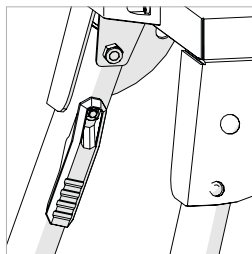
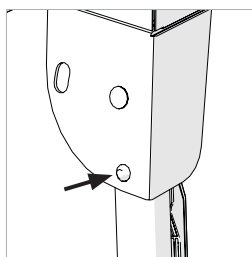

Fig. 1
Fig. 2
- Appuyez sur le levier de verrouillage/déverrouillage (**fig.1**) contre le pied afin de le déplier.
- Suivez les même instructions jusqu'à ce que les quatre (4) pieds soient déployés.
- Assurez-vous que les quatre (4) pieds soient verrouillés dans leur position fonctionnelle. Les broches de verrouillage de la charnière doivent être complètement engagées dans les fentes intégrées pour machine des équerres de tables. (**Fig.2**).